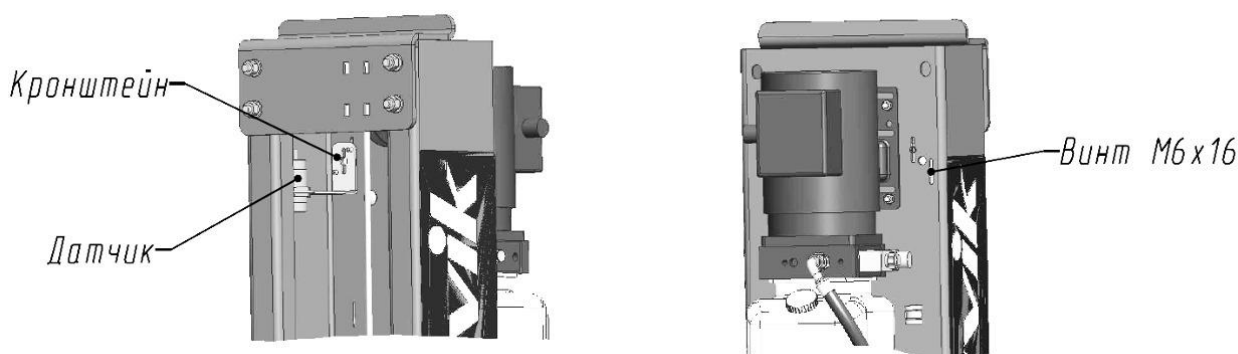

Рисунок 12 - Установка датчика верхнего положения каретки
6.11 Установка и настройка систем автоматического отключения привода насосной станции. (см. рисунок 12)
6.11.1 Система автоматического отключения привода насосной станции срабатывает при достижении каретки крайнего верхнего положения (1750 мм от основания стойки). Датчик верхнего положения кареток с кронштейном снимается при упаковке и поэтому его следует заново установить на верху правой стойки. Винты М6х16 (см. рисунок 12) необходимо располагать в пазах стойки в среднем положении.